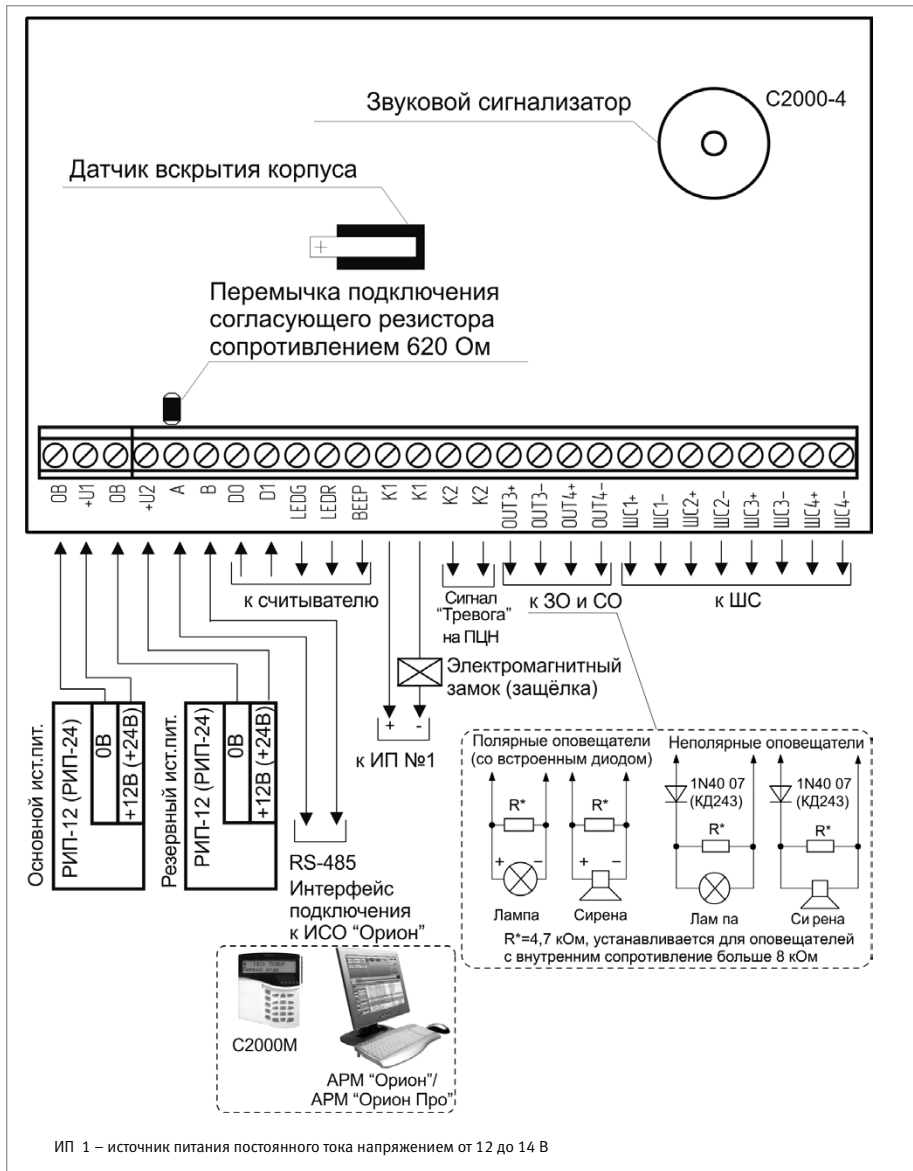

Рисунок 16. Схема внешних соединений блока «С2000-4»
1. Схема внешних соединений прибора приведена на Рисунок 16.